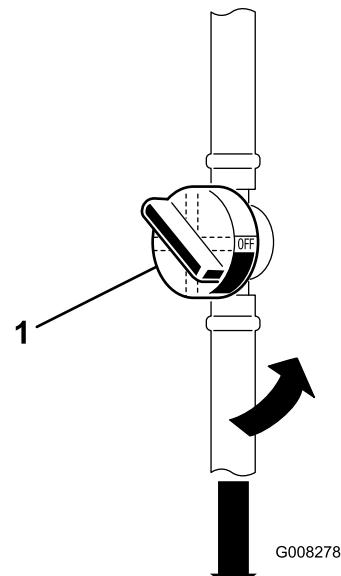

Figura 29
5. Cierre la válvula de cierre de combustible (Figura 29).
- 7. Apriete los extremos de las abrazaderas y deslícelas por el tubo alejándolas del filtro de combustible usado (Figura 29).